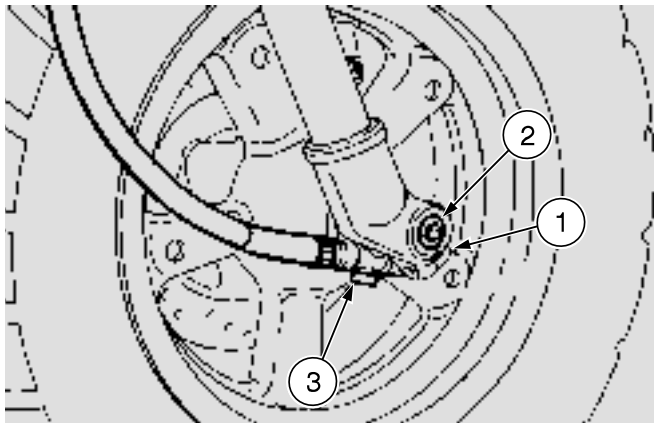
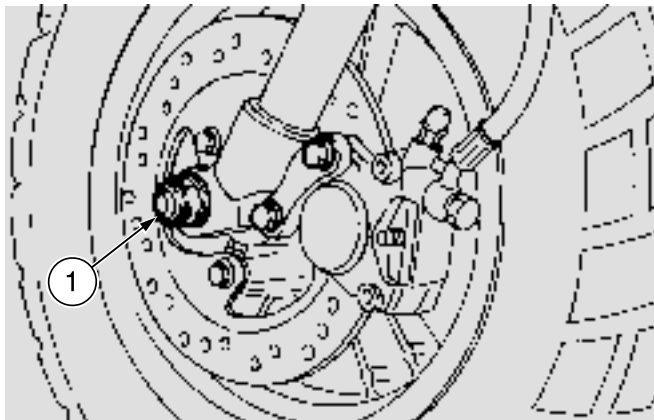

Fig. 30
Fig. 31
- ◆ Dévisser la vis de l'étau de l'axe de la roue (1-Fig. 30).
- ◆ Bloquer à l'aide d'une clef hexagonale l'axe de la roue (2-Fig. 30).
- ◆ Oter l'écrou (1-Fig. 31) et garder la rondelle.
- ◆ Pousser l'axe de la roue (2-Fig. 30), en agissant avec attention sur l'extrémité filetée et en employant un marteau en caoutchouc, si nécessaire.
- ◆ Désinsérer le renvoi du compteur kilométrique (3-Fig. 30).
- ◆ Positionner correctement la languette du renvoi du compteur kilométrique (3-Fig. 30) dans son logement sur le moyeu de la roue.
- ◆ Introduire l'axe (2-Fig.30) du côté droit du véhicule (sens de la marche).
- ◆ Insérer la rondelle, bloquer la rotation de l'axe de la roue (2-Fig.30) à l'aide d'une clef hexagonale, visser et serrer l'écrou (1-Fig.31).
- ◆ Serrer la vis de l'étau de l'axe de la roue (1-Fig.30).